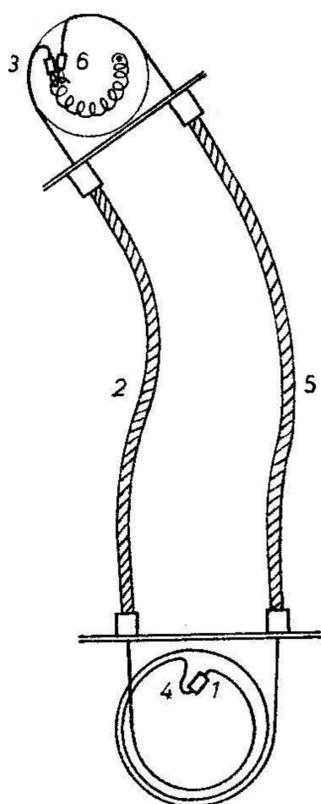

Fig. 4
La nouvelle ficelle est préparée suivant la fig. 3. Le premier alinéa de la rubrique précédente est également valable dans ce cas. Il faut enlever d'abord la ficelle d'entraînement du condensateur variable, mettre en place celle de la FM, puis remettre celle de l'entraînement du variable sur le petit tambour d'entraînement. L'on remet l'entraînement du condensateur variable, puis l'on commence celui de la FM. Fig. 4. L'on a glissé la surliure dans le petit tambour de façon à ce que le brin court soit en arrière du côté châssis. Ce brin court (1) est enroulé de $\frac{3}{4}$ de tour autour du petit tambour dans le sens des aiguilles d'une montre. La gaine de bronze (2) est mise en place dans ses logements et la ficelle enroulée de $1\frac{1}{3}$ de tours dans le sens des aiguilles d'une montre autour du tambour bakélite supérieur, puis accrochée au ressort de tension dans le tambour (3). Le long brin de la ficelle (4) est enroulé de $1\frac{3}{4}$ tours autour du petit tambour d'entraînement dans le sens inverse des aiguilles d'une montre vers l'arrière, la gaine bronze est mise en place dans ses logements, la ficelle fait $\frac{1}{2}$ tour autour du tambour supérieur, puis accrochée au ressort de tension dans le tambour.